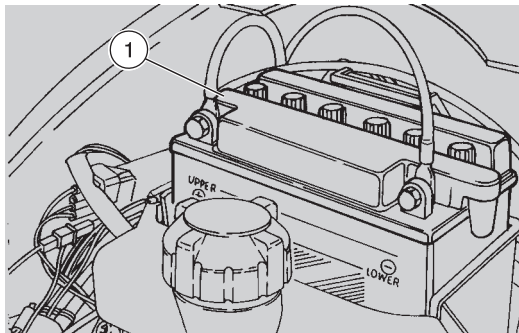

Fig. 51
BATTERIE (Fig. 51)
- extraire la batterie (1 - Fig. 51);